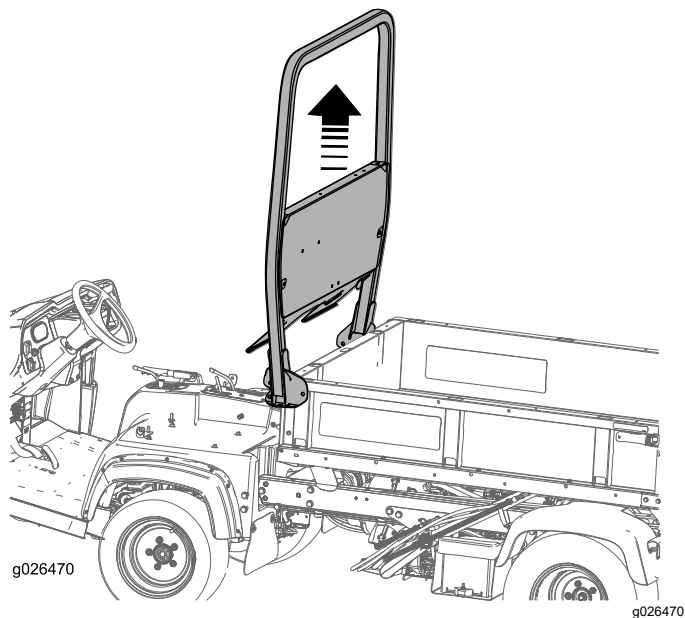

Bild 10
1. Entfernen Sie die sechs Schrauben, mit denen der Überrollschutz am Maschinenrahmen befestigt ist, wie in **Bild 9** und **Bild 10** abgebildet.